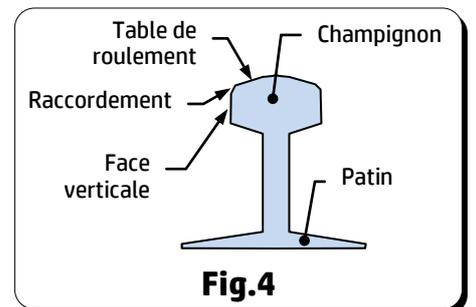

Fig.4
Afin de répondre à ce besoin exprimé, une équipe d'une société s'est chargée d'**étudier**, de **concevoir** et de **fabriquer** un mécanisme automatique de meulage des rails qui permettra de reconstituer rapidement le profil exact du champignon du rail (voir la section du rail **Fig.4**). Ce mécanisme rendra service à l'opérateur, effectuant le meulage en finition des rails grâce à une meule boisseau, en agissant sur les zones soudées.
Le bloc d'appui **DRess (Page 14/18)** peut être déplacé, suivant l'axe **z**, afin de donner au rail son cintrage horizontal qui facilite le meulage de la face verticale du champignon. Ce bloc d'appui permet également de soulever légèrement le rail, suivant l'axe **y**, pour lui donner son cintrage vertical en vue de faciliter le meulage de la table de roulement (Fig.4 page 2/18).
Aussi, pour finir le meulage de la table de roulement (Fig.4 page 2/18), la tête de meulage (5) effectue un mouvement de va-et-vient longitudinal suivant l'axe **x**.
Le basculement du berceau d'un angle de  $\pm 3^\circ$  (**DRess (Page 13/18)**), autour de l'axe **x**, est obtenu par les roues à chaîne (11) commandées par le motoréducteur **MR1**. L'ensemble (Tête de meulage (5) + Chariot (4) + Colonnes de guidage (2)) s'appuie sur le profil du rail, par l'intermédiaire de deux palpeurs (12) maintenus en contact avec le rail grâce aux vérins **V2**, permettant ainsi à la meule (3) de copier, au niveau des soudures, le profil exact de la table de roulement, des faces verticales et des rayons de raccordement du champignon du rail (Fig.4 page 2/18).